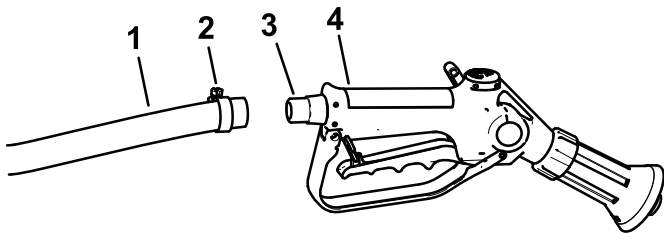

図 52
2. ホース長のもう一端をスプレーガンのフィッティングにつなぐ 図 52。